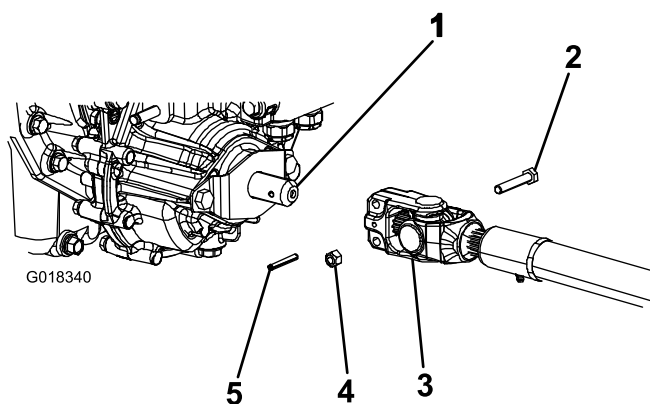

Figura 4
3. Posizionate l'albero di trasmissione PDF sotto la parte anteriore della macchina. Assicuratevi che la forcella finale di scorrimento dell'albero di trasmissione (Figura 4) sia rivolta verso l'albero di trasmissione PDF.